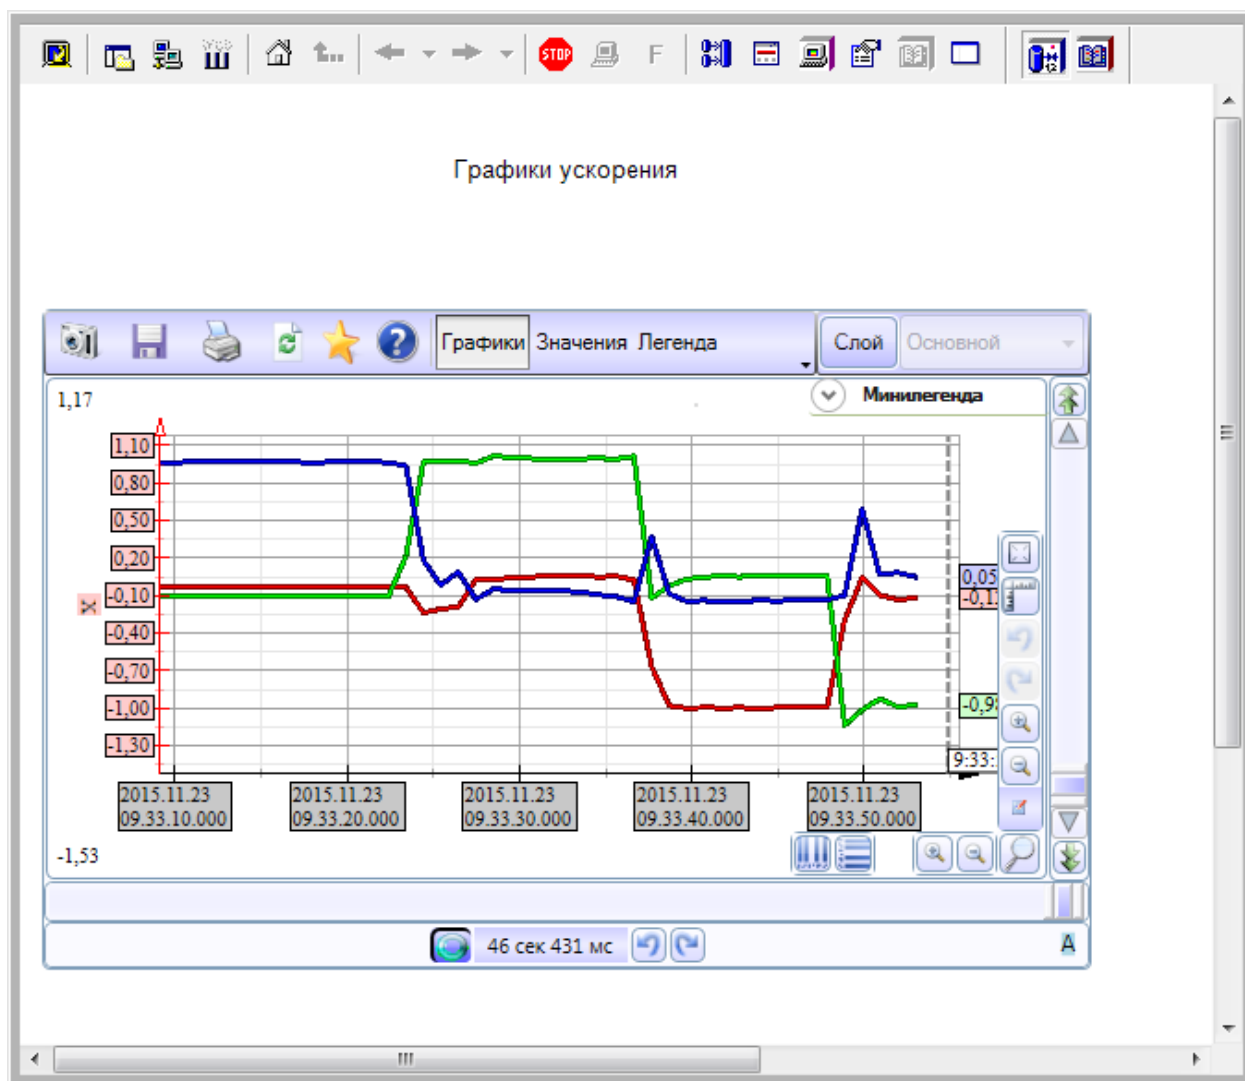

Рисунок 59.
4) Сохраняем проект на жесткий диск. Запускаем проект. Результат работы отображен на Рисунок 59 (в процессе записи тренда датчику меняли положение в пространстве)